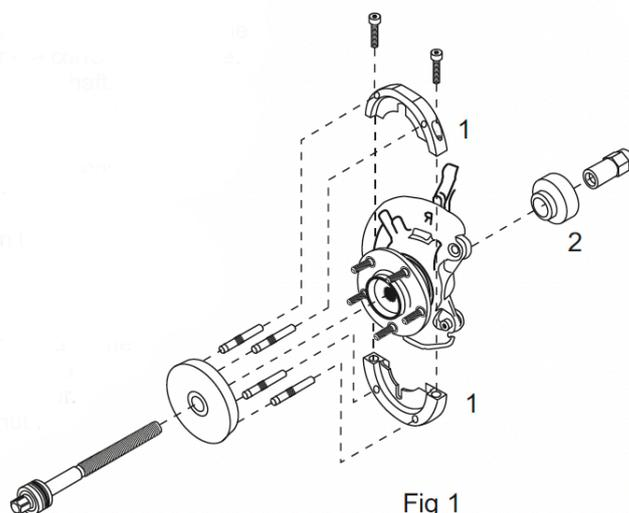

Fig 1
5. Por trás, encaixe o adaptador de extração (1) na extremidade do parafuso de força. Extremidade do colar em direção ao parafuso de força - consulte a Fig 1. Tome cuidado para alinhar os recortes com o sensor ABS.